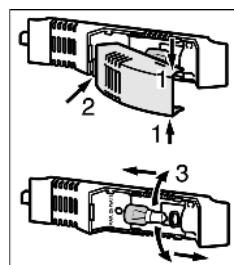

Fig. 13
- Возьмитесь за крышку лампы сверху и снизу Fig. 13 (1).
- Выедите крышку лампы сзади из зацепления и снимите Fig. 13 (2).
- Замените лампу накаливания Fig. 13 (3).